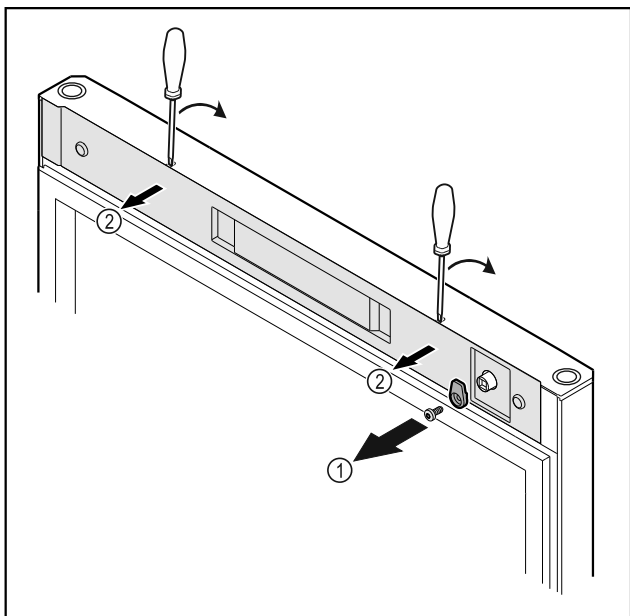

Fig. 12 *
- Desatornillar el gancho de cierre Fig. 12 (1)*
- Desencajar la cubierta Fig. 12 (2) con un destornillador pequeño y retirarla.*